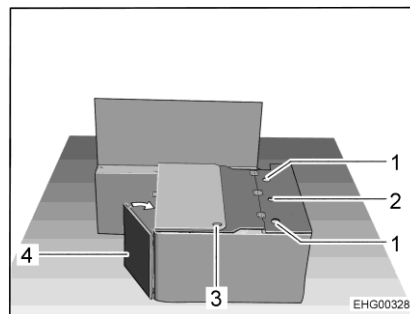

Bild 21 Während des Umbaus
- Vordere Sitztruhewand (Bild 21,4) in Richtung Seitenwand schwenken.
- Sicherheitsgurt mit Gurtschloss durch die Öffnung (Bild 21,3) im Sitztruhendeckel herausführen.
- Rückenlehne des Stecksitzes in die seitlichen Halterungen (Bild 21,1) stecken und Sterngriffschraube an der mittleren Halterung (Bild 21,2) handfest anziehen.